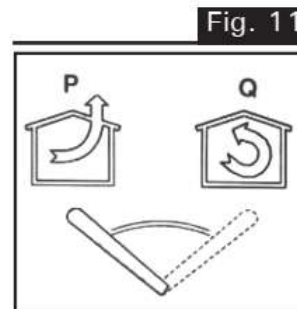

Fig. 11
1. Para os modelos no modo depurador ou exaustor, verificar se a alavanca Depurador/Exaustor está correta: a referida alavanca está situada no grupo motor e, em caso de instalação na versão exaustor, deverá ser colocada em cima do símbolo (P) (Fig. 11).